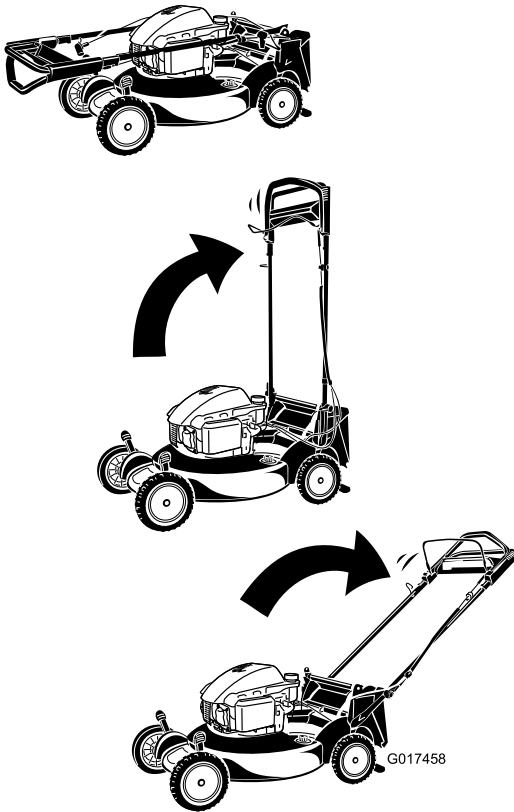

Figure 6
3. Rabattez le guidon en arrière (Figure 6).